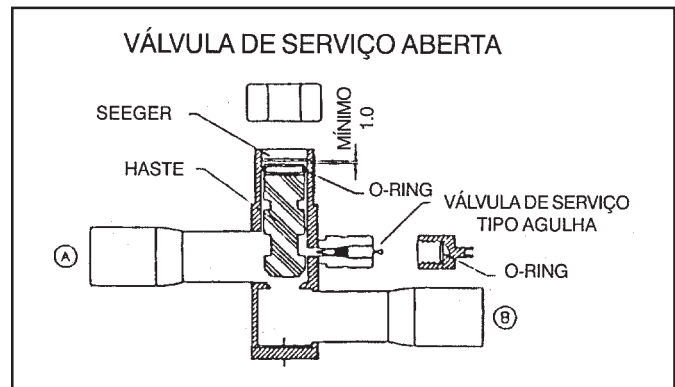

FIGURA 14
**Válvula de serviço aberta (figura 14):** posicionar a haste até em cima (até ter como mínimo um milímetro mais baixo que o "seeger") girando-a com uma chave allen para a esquerda (sentido anti-horário). É muito importante respeitar a medida de 1 mm, (como mínimo) de fresta entre a haste e o "seeger", pois se esta for forçada o "seeger" será rompido, trazendo conseqüente perigo para o operador pela expulsão da haste com a conseqüente perda da carga e vácuo realizado anteriormente.